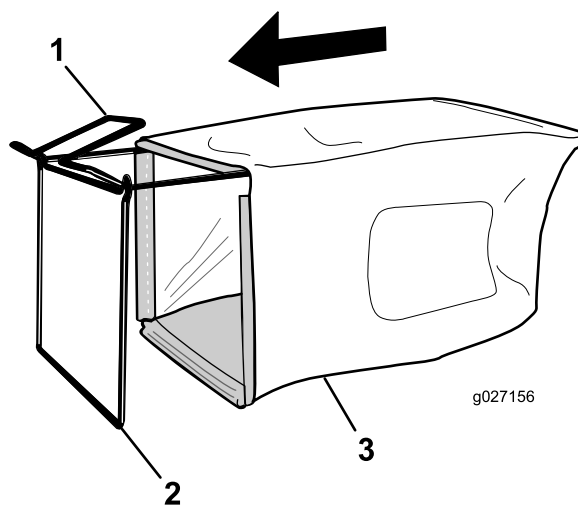

Figura 11
1. Infilate il cesto di raccolta sopra il telaio come illustrato in Figura 11.
Nota: Non infilate il cesto sopra la stegola (Figura 11).